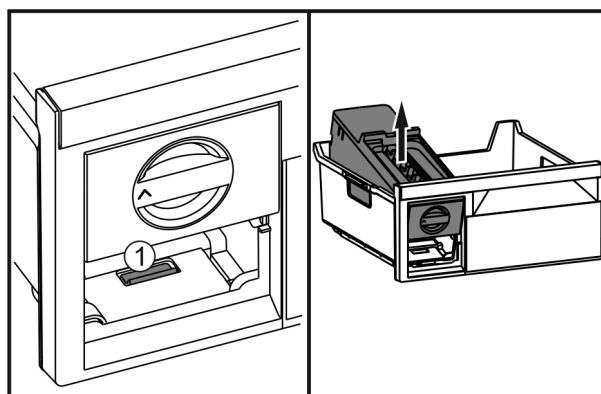

Fig. 40
- Lasche Fig. 40 (1) drücken, EasyTwist-Ice von hinten anheben und aus dem Gefrierschubfach herausnehmen.